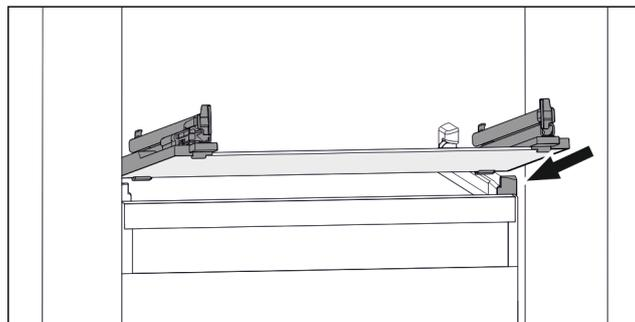

Fig. 89 Příklad znázornění skleněné desky
- ▶ Nasadte skleněnou deskou šikmo za zářádky. (viz Fig. 89)